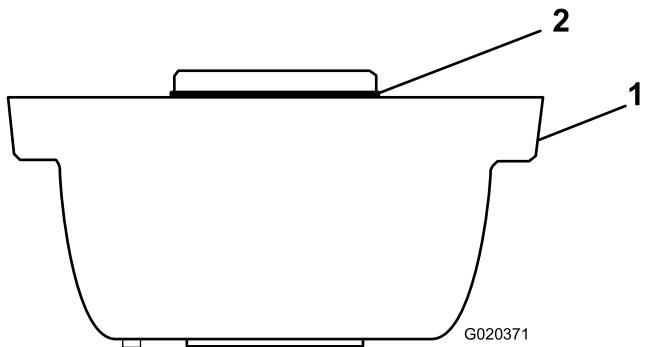
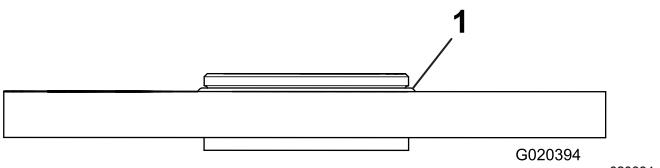

図7
図 8
14. ローラブラシのハウジングにOリングがついていることを確認する図7と図8。